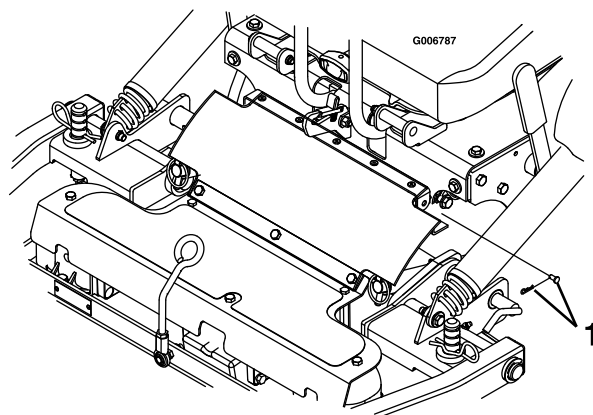

Figura 11
3. Retire los pasadores de horquilla y las chavetas de ambos lados del protector de la TDF (Figura 11).